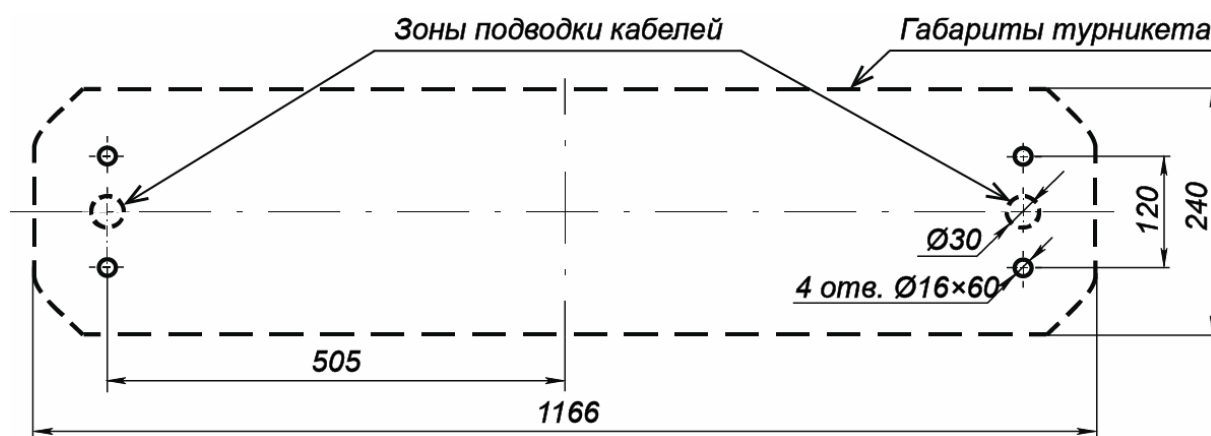

Рисунок 14. Схема разметки для установки стойки турникета
3. Подготовьте в полу отверстия под гильзы анкеров для крепления стойки турникета согласно рис. 14.